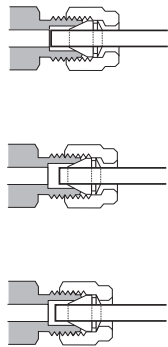

Figura 28. Conexión finalizada
- 10 Se muestran conexiones correctas e incorrectamente ensambladas en la **Figura 28**. Observe que el extremo de la tubería en una conexión correctamente ensamblada no está aplastado y no interfiere en la acción de las férrulas.